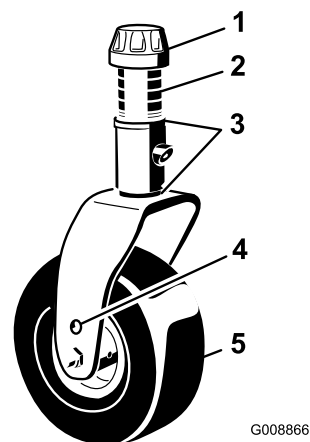
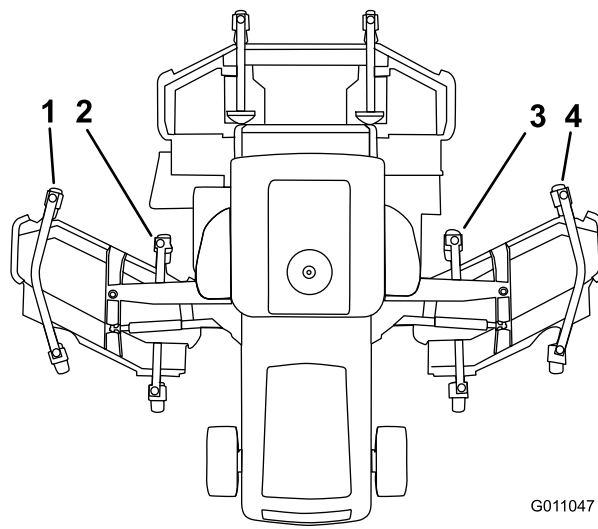

Figura 33
Figura 34
3. Si el borde interior de la unidad de corte lateral está demasiado alto respecto al borde exterior de la unidad de corte delantera, retire un suplemento de 3 mm de la parte inferior del brazo interior delantero de la rueda giratoria en la unidad de corte lateral (Figura 33) y Figura 34). Vuelva a comprobar la medida entre los bordes exteriores de ambas unidades de corte laterales y el borde interior de las unidades de corte laterales y el borde exterior de la unidad de corte delantera.
4. Si el borde interior sigue estando demasiado alto, retire otro suplemento de 3 mm de la parte inferior del brazo interior delantero de la rueda giratoria de la unidad de corte lateral y un suplemento de 3 mm del brazo exterior delantero de la rueda giratoria de la unidad de corte lateral (Figura 33 y Figura 34).
5. Si el borde interior de la unidad de corte lateral está demasiado bajo respecto al borde exterior de la unidad de corte delantera, añada un suplemento de 3 mm a la parte inferior del brazo interior delantero de la rueda giratoria en la unidad de corte lateral (Figura 33 y Figura 34). Compruebe la medida entre los bordes exteriores de ambas unidades de corte laterales y el borde interior de las unidades de corte laterales y el borde exterior de la unidad de corte delantera.